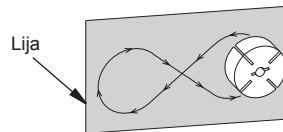

Figura 25 - Cómo lijar el rotor
15. Coloque un pedazo de lija muy fina (de grano 600) en una superficie plana. Lije el rotor ligeramente haciendo movimientos en forma de "8" cuatro veces (consulte la figura 25).